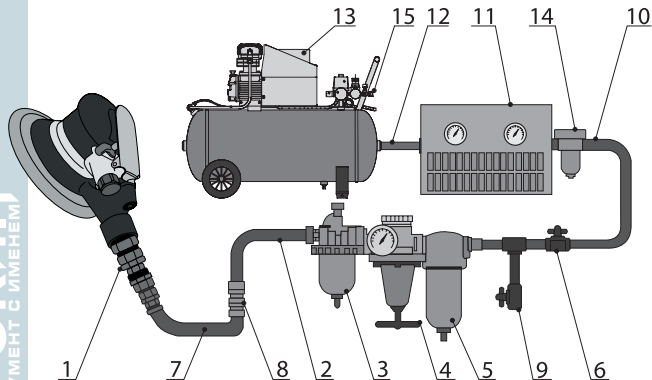

Рисунок 2. Схема подключения пневматики.
4. Производите очистку воздушного фильтра каждую неделю. Рекомендованная схема подключения приведена на рис. 2.